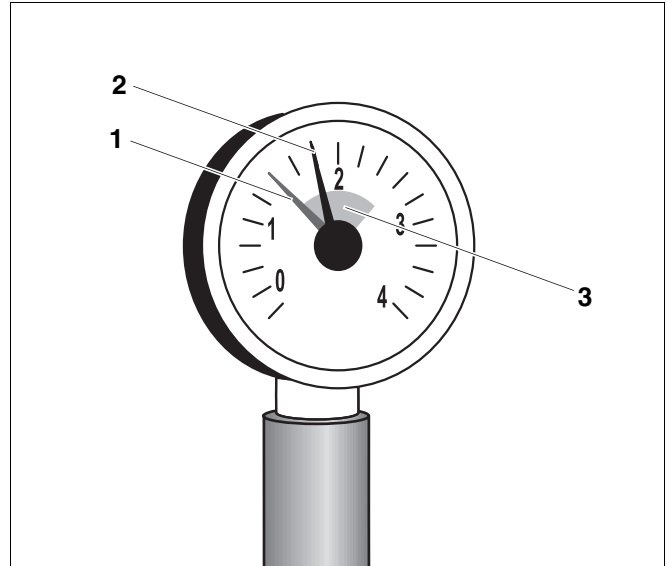

Abb. 5 Manometer für geschlossene Anlagen
Bei geschlossenen Heizungsanlagen muss der Manometerzeiger (Abb. 5, **Pos. 2**) innerhalb der grünen Markierung (Abb. 5, **Pos. 3**) stehen.
Der rote Zeiger (Abb. 5, **Pos. 1**) des Manometers muss auf den für die Heizungsanlage erforderlichen Druck eingestellt sein. Der Fachhandwerker stellt für Sie den erforderlichen Druck ein.
- Prüfen Sie, ob der Manometerzeiger (Abb. 5, **Pos. 2**) innerhalb der grünen Markierung (Abb. 5, **Pos. 3**) steht.
Wenn der Manometerzeiger (Abb. 5, **Pos. 2**) die grüne Markierung (Abb. 5, **Pos. 3**) unterschreitet, ist der Wasserdruck der Heizungsanlage zu gering. Sie müssen das verloren gegangene Heizungswasser mit Ergänzungswasser auffüllen.
- Füllen Sie das Ergänzungswasser über den KFE-Hahn (Kessel Füll- und Entleerungshahn) ein, bis der Manometerzeiger (Abb. 5, **Pos. 2**) innerhalb der grünen Markierung (Abb. 5, **Pos. 3**) steht.